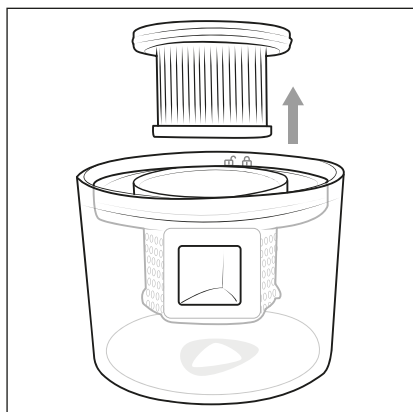

Fig. 5
- 2) Prendere il filtro HEPA **5** con il pollice e l'indice ed estrarlo insieme dal filtro della polvere **6** (fig. 5).